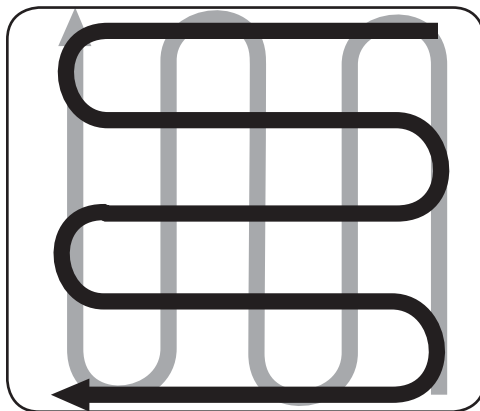

Figure 4-7
- Lorsque vous avez terminé de labourer dans un sens, effectuez un deuxième passage à un angle droit. Voir Figure 4-7. Chevauchez chaque passage pour de meilleurs résultats. Si le sol est très dur, il peut être nécessaire de passer trois ou quatre fois sur la même rangée pour ameubler le sol.